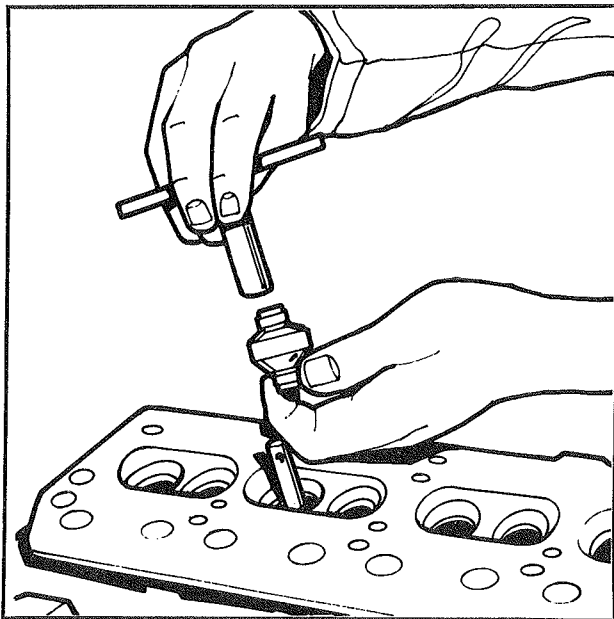
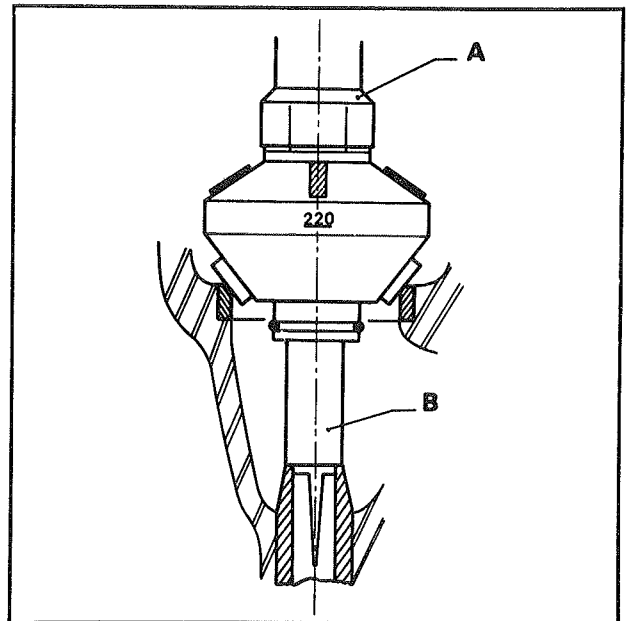

Fig. 3
Fig. 4
- Introduire la fraise sur le pilote et avec la clé d'entraînement fraiser le siège en faisant tourner l'outil (un tour minimum, cinq tours maximum) (fig. 3) et (fig. 4).